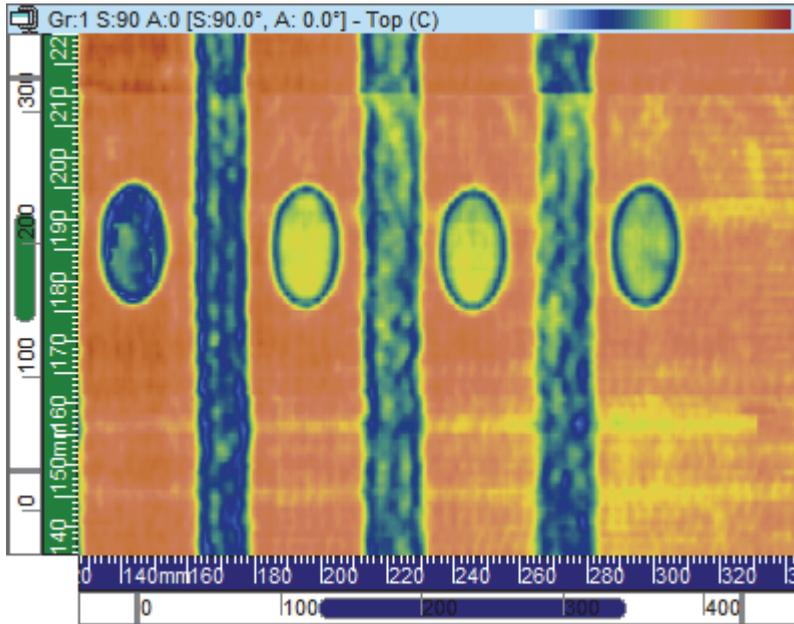

图 3-23 俯视图 (C) 示例
俯视图 (C) (参见第80页的图 3-23) 是所记录数据的一种二维图像表现形式, 显示为被测样件的俯视图。图像的一个轴为扫查轴, 另一个轴为步进轴。所显示数据的位置与采集时编码器的位置有关。在这个投影图上, 某一特定位置处的颜色对应于在这个位置处探测到的最大波幅 (在所限定的真实深度范围内)。